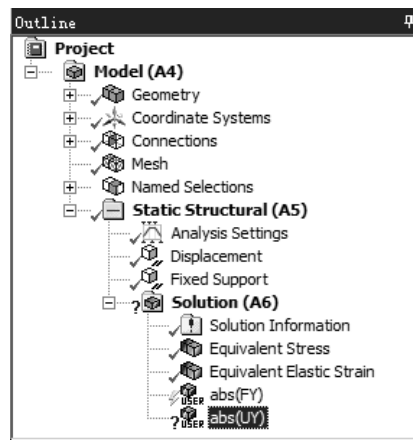

图 9.7.32 插入用户定义结果
(2) 修改名称。在“Outline”窗口中右击 **User Defined Result** 节点,在弹出的快捷菜单中选择 **Rename** 命令,修改其名称为 abs (UY),结果如图 9.7.32 所示。